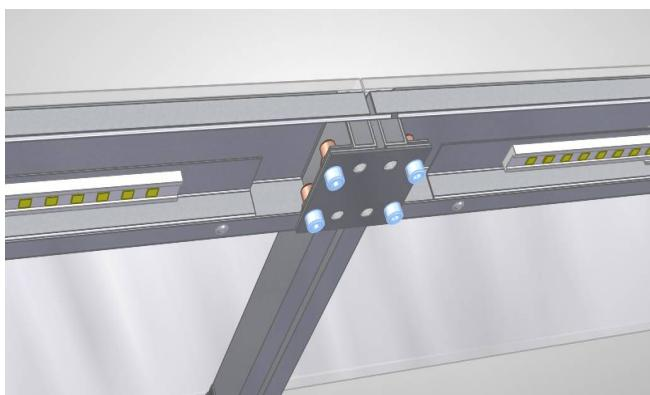

Рис.3
- Фонари витрин стягиваются с помощью пластины для стягивания и винтов метрических с цилиндрической головкой M6x16 (по 4 шт. на витрину) (необходим шестигранник) и шайб увеличенных 6 (по 4 шт. на витрину), входящих в комплектацию витрины. (рис.3).